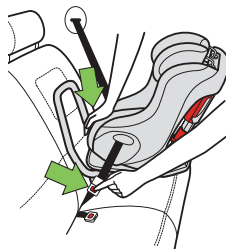

Figure 71
- Presser au centre du siège d'auto pour réduire la tension sur la ceinture du véhicule ce qui aidera à déboutez la ceinture du véhicule, tel qu'illustré dans la **Figure 71**.